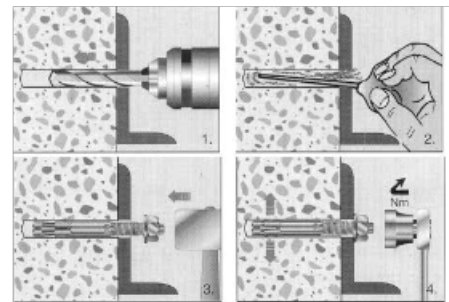

Abb. 4: Einbauanleitung Segmentanker
4. Segmentanker in die Bohrlöcher schlagen (Abb. 4). Depot aufsetzen und mit einem Drehmomentschlüssel (6 Nm) verschrauben (ggf. die Kabel der Türüberwachung durch die geschaffene Bohrung ziehen und anschließen).